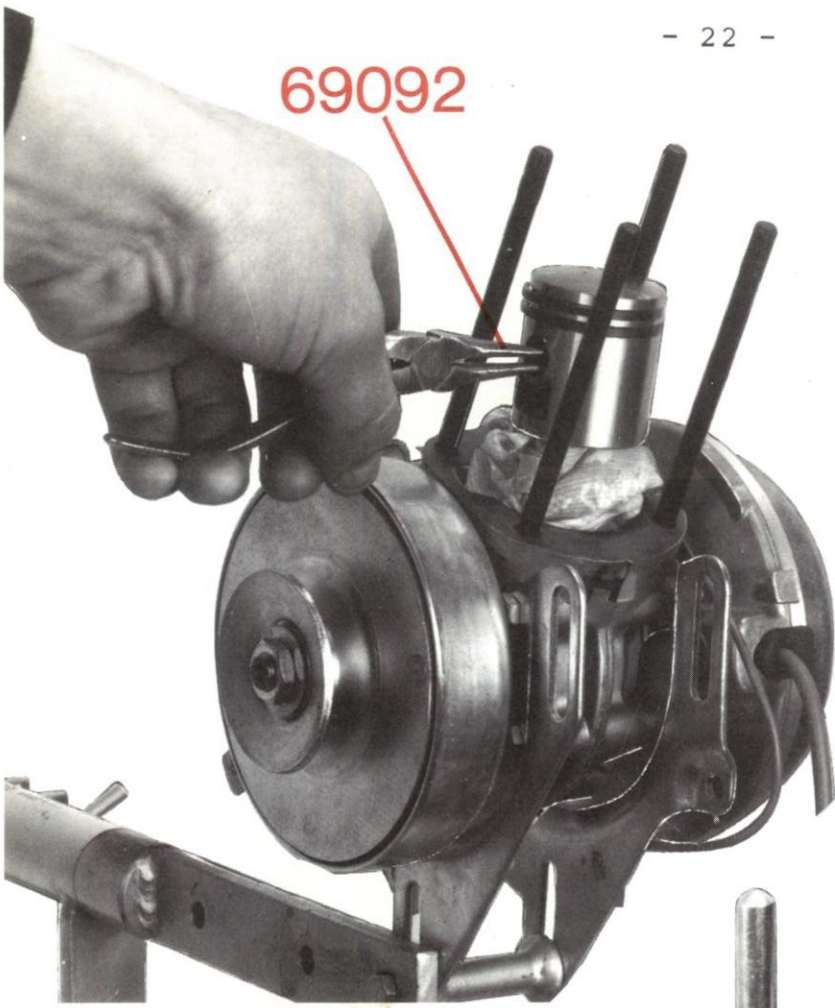

Figure 24
- Retirer les deux circlips à l'aide de la pince spéciale 69092 (figure 24)